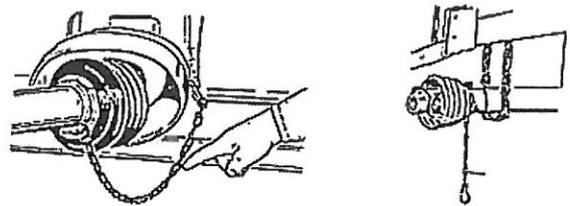

Bild 3: Kopplung der Kardanwelle
17. Sichern Sie die Kardanwellenröhre vor dem Drehen mit einer Kette (Bild 3).
18. Bei der Abstellung des Mulchers von dem Schlepper muss die Kardanwelle gemäß den Vorschriften abgestellt werden, mit einer Kette gesichert. Benutzen Sie die Sicherheitskette nicht fürs Aufhängen der Kardanwelle (Bild 3).